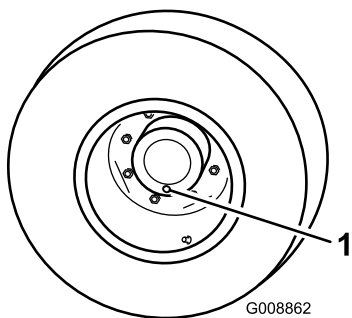

Figura 86
1. Con la máquina en una superficie nivelada, coloque una rueda de manera que uno de los tapones de verificación/drenaje esté en la posición más baja (posición de las 6) (Figura 86).